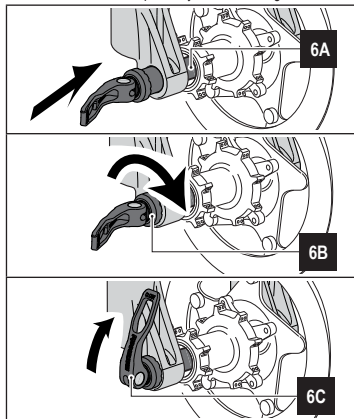

Figure 6 - Installation de la roue sur fourches avec axe à serrage rapide QR15
- Aligner le centre de la roue entre les deux supports de la roue (voir 6A - Figure 6).
- En maintenant le levier de blocage parallèle à l'essieu, visser l'axe sur l'écrou, ou indifféremment l'écrou sur l'axe (voir **6B - Figure 6**). Durant le vissage, ne pas utiliser le levier de blocage de l'axe pour augmenter le couple de serrage.
- En agissant sur le levier gauche de retenue situé à l'extrémité de l'axe, bloquer le levier (voir **6C - Figure 6**) ; la roue sera ainsi correctement fixée à la fourche.
- Vérifier que le levier de décrochage se trouve dans une position qui assure la fixation correcte de l'axe et qui lui évite tout choc durant l'utilisation (voir **6C - Figure 6**).